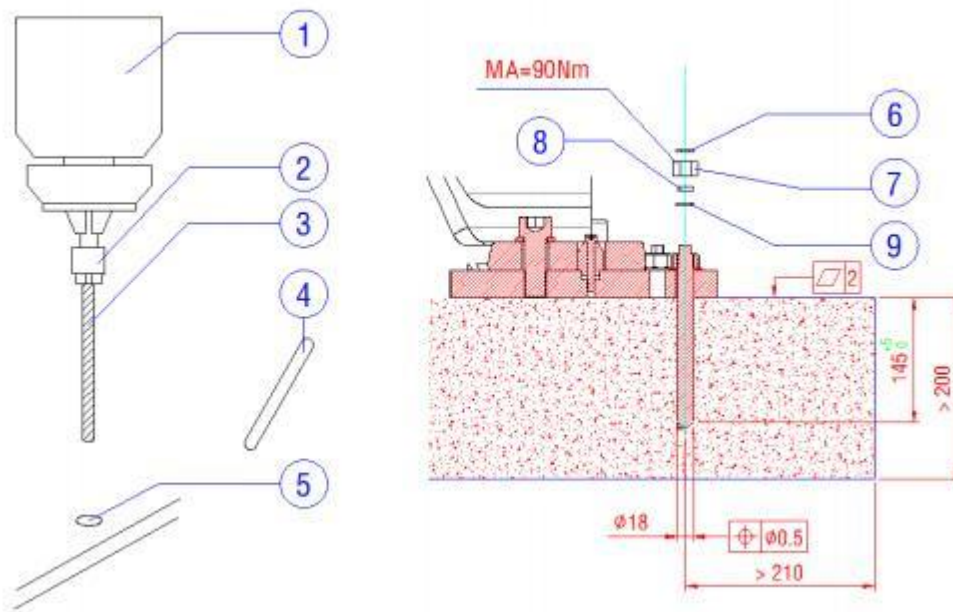

图6-4：化学螺栓的安装
7. 通过底板上的孔(图6-4) (5) 钻12个化学螺栓孔。